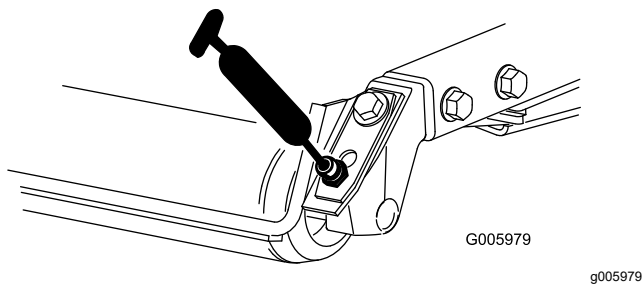

Figure 48
- Roulements de rouleau arrière (2 par unité de coupe), comme montré à la Figure 48.